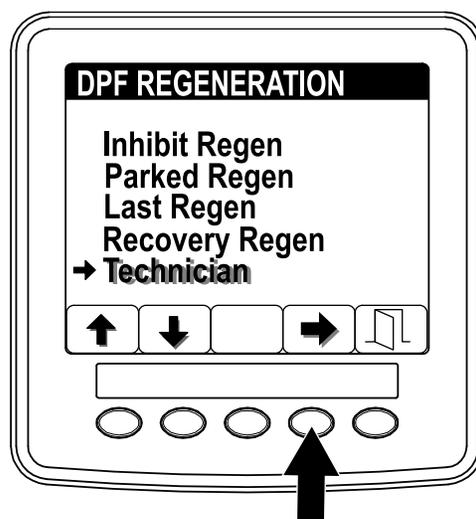

図 7
1. 再生DPF Regenerationメニューから、ボタン 1 と 2 を使ってスクロールして TECHNICIAN整備士用メニューに入る 図 7。
2. ボタン 4 で Technician に入る 図 7。